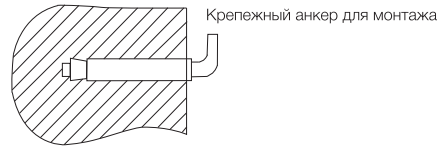

Рис. 5
2. После выбора места монтажа определите места под два крепежных болта с крюками (в зависимости от спецификаций выбранного изделия). Прделайте в стене два отверстия необходимой глубины с помощью сверла размером, соответствующим размеру крепежных болтов, вставьте винты, поверните крюк вверх, плотно затяните гайки, а затем установите на него электрический водонагреватель (см. рис. 5).